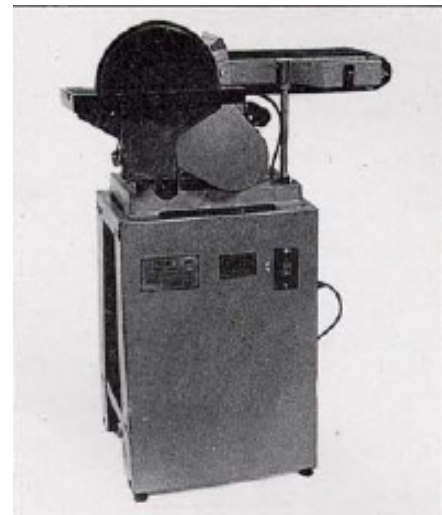

Fig 5.
Montering av stativ og hus Plasser huset på stativet, husk å ha de fire hullene på dekslet riktige og i posisjon for å koble til de fire gjengede hullene på huset. Fjern bolter og skiver (G) fra pakken for å stramme stativet og huset som fig 5.